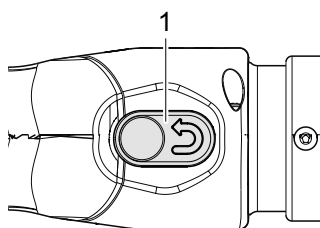

Fig. 12: Premere il pulsante di ripristino
1. Premere il pulsante di ripristino (Fig. 12/1).